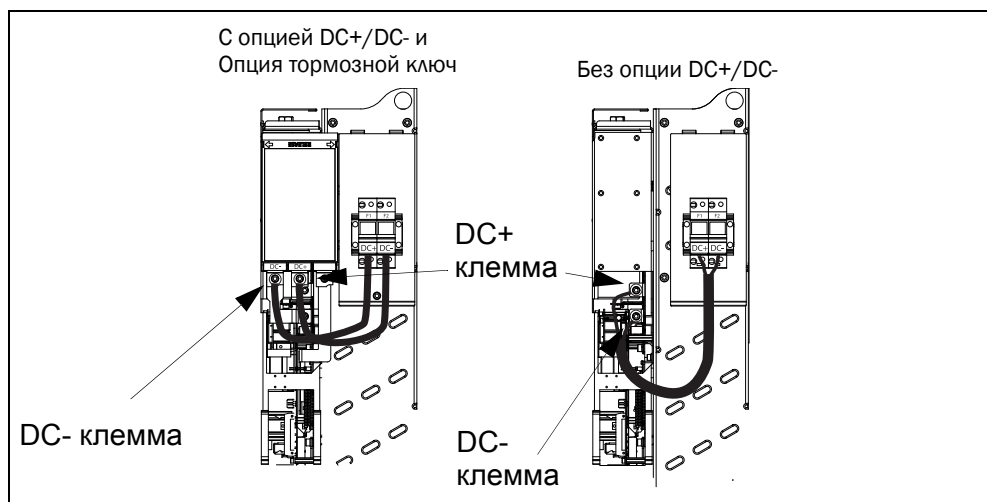

Fig. 14 DC fuses cable connection on size G and up
- Подключите кабели (входят в поставку) между держателем предохранителей постоянного тока и клеммами DC+/DC-, см. Fig. 14.